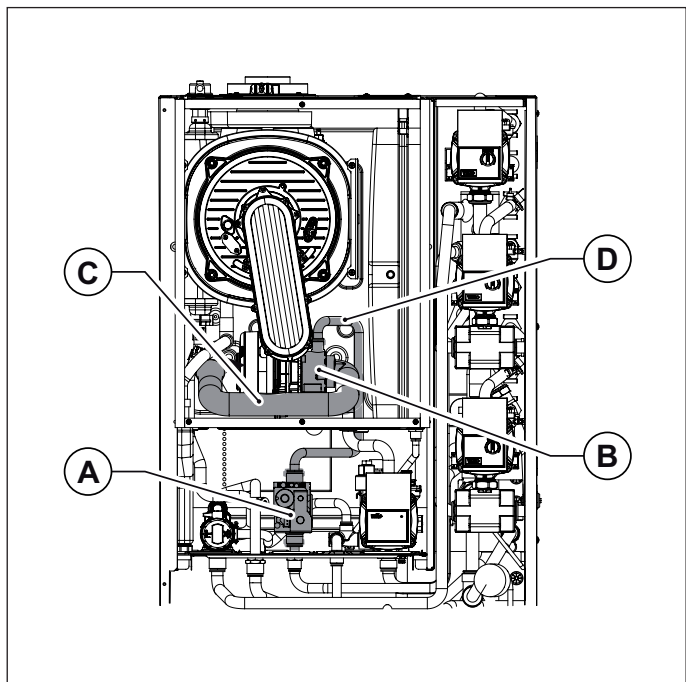

Fig. 34 Tobă de aspirație
- Înlăturați toba de aspirație având grijă să deșurubați mai întâi șuruburile care fixează amestecătorul (vezi Fig. 34 Tobă de aspirație).
- Deconectați conducta de gaz de la amestecător (vezi Fig. 34 Tobă de aspirație).